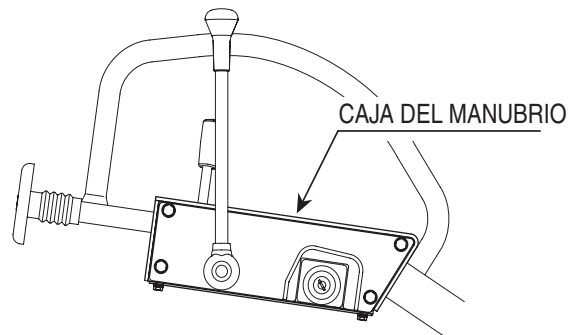

Figura 17. Ubicación del fusible (caja del manubrio)
- Si no se produce vibración (el embrague electromagnético no funciona) mientras otras funciones operan adecuadamente, puede que el fusible esté quemado. Revise el fusible (10 A) en la caja del manubrio (Figura 17) y si está quemado, reemplácelo por uno nuevo.